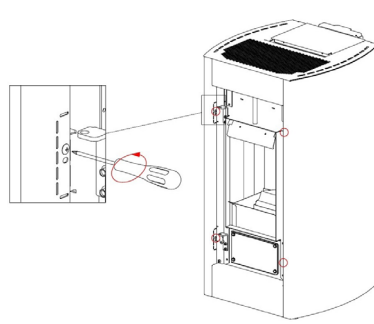
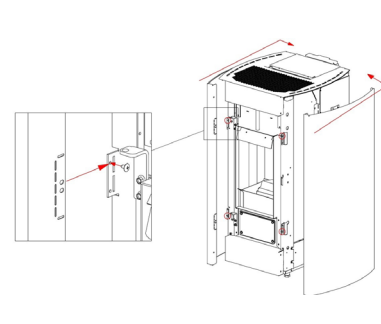

Fig. 52 - Entfernen der Schrauben
Fig. 53 - Entfernen der Seiten
- Die 4 vorderen Schrauben heraus-schrauben und die Seiten entfernen (siehe **Fig. 52 a pag. 26** und **Fig. 53 a pag. 26**).